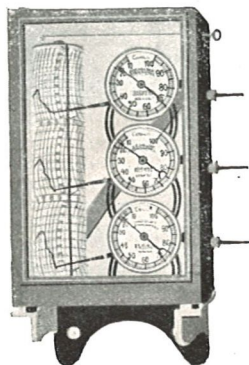

Fig. 176*.
* Contrairement aux indications des figures 176 et 178, les modèles normaux sont *dextrorsum* .